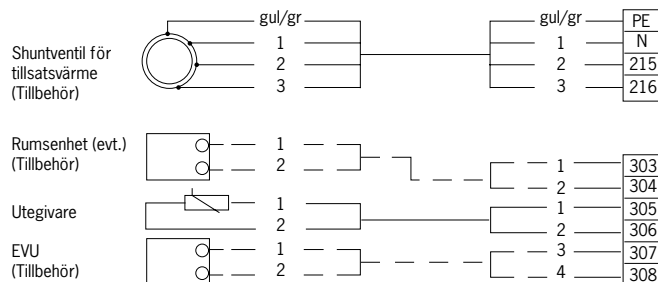

Fig. 9. Anslutning av reglerutrustning och externa givare
- Anslut givaren till de plintar som anges i fig. 9.